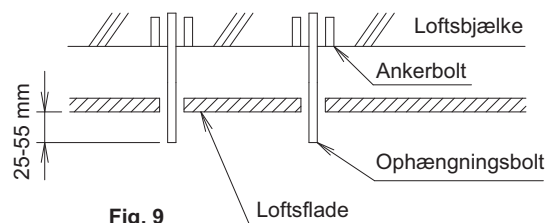

Fig. 9
(6) Montering af ophængningsboltene.
- Justér længden på ophængningsboltene i forhold til loftet i forvejen. (Se fig. 9)
- Delene vist i fig. 9 medfølger ikke.